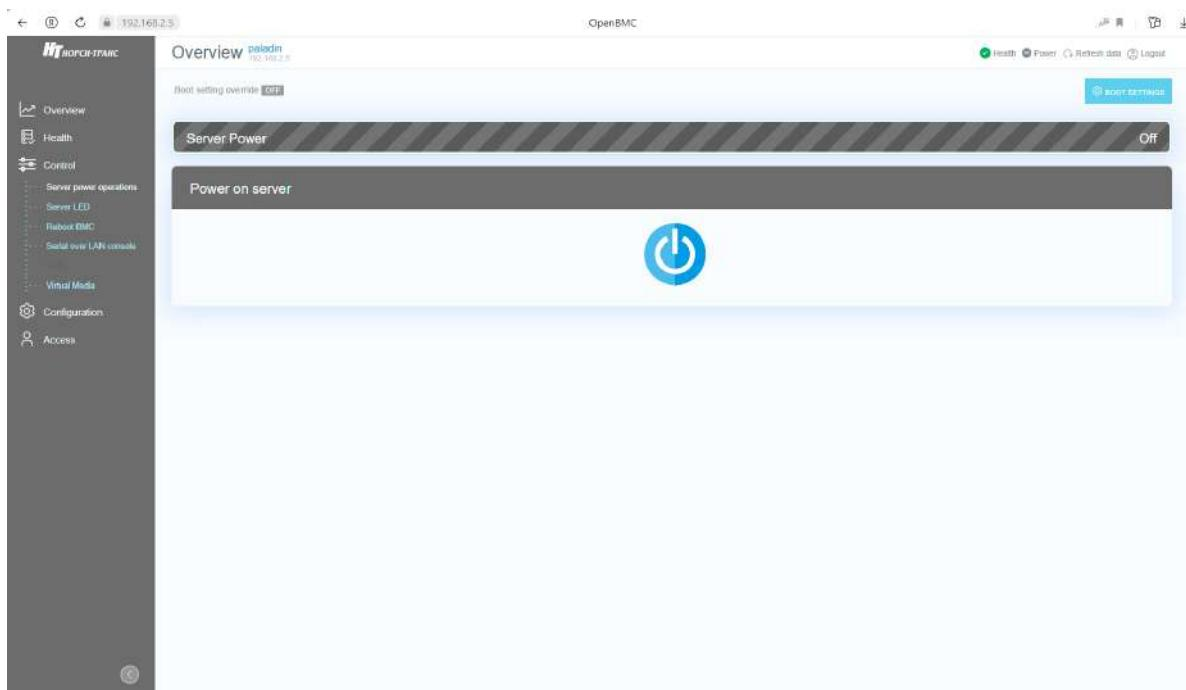

Рис. 72. Okno «Server power operations»
- 2) Пройдите во вкладку «Control» → «Server power operations» в данной вкладке осуществляется управление сервером. В поле «Server Power» показано состояние сервера «On» или «Off». В поле «Power on server» при нажатии на кнопку осуществляется включение и выключение сервера. Okno показано на рис. 72 Okno «Server power operations»